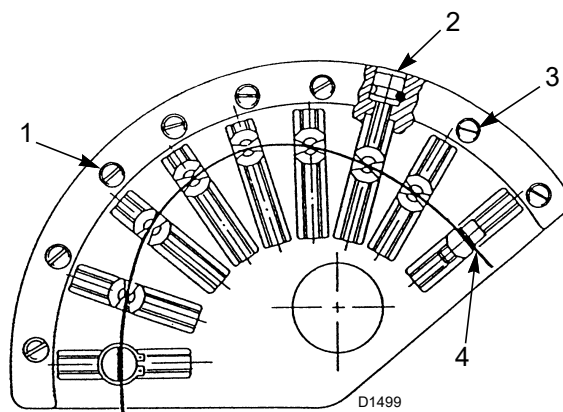

Fig. 26
E' necessario variare in progressione il profilo iniziale della camma 1)(Fig. 26) agendo sulle viti 2)(Fig. 26).
Per una migliore ripetibilità di regolazione avere l'avvertenza di fermare la rotazione del gruppo camme quando il cuscinetto superiore che scorre sul profilo 4)(Fig. 26 a pag. 25) si trova allineato con una delle viti di regolazione 2).
Eseguite le regolazioni delle potenze (massima, minima ed intermedie), è importante bloccare tutte le viti di regolazione dell'aria 2)(Fig. 26 a pag. 25) tramite le viti di bloccaggio 3) in modo da evitare possibili spostamenti dalle posizioni di taratura aria - gas.
Legenda (Fig. 26)
agire sulle viti di regolazione 2)(Fig. 26 a pag. 25) dopo aver allentato le viti 3).
A regolazione ottimale raggiunta, ricordarsi di bloccare le viti di regolazione dei profili delle camme per mezzo delle viti 3)(Fig. 26 a pag. 25).
- 80s Il servomotore ruota verso sinistra fino all'angolo impostato sulla camma 2)(Fig. 26 a pag. 25).